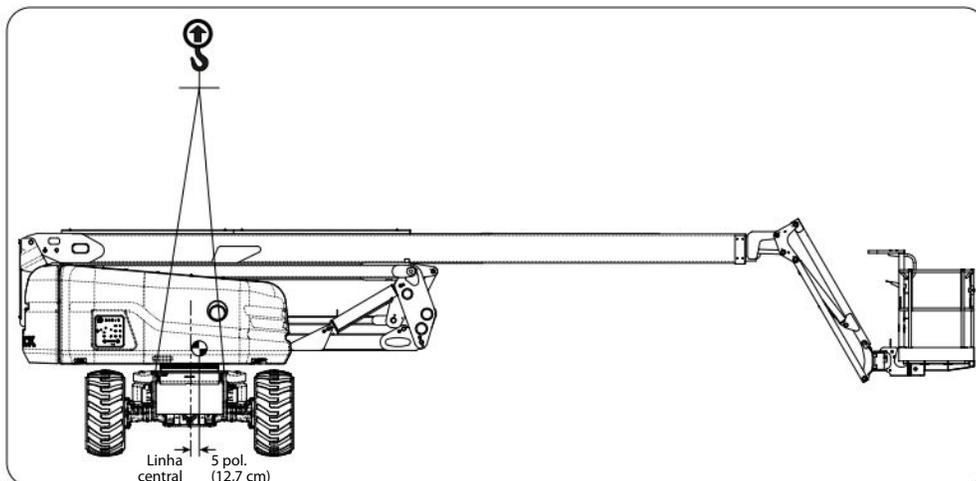

Figura 35 Centro de gravidade
1. Gire a lança e posicione a MEWP, como mostrado na *Figura 35*.
4. Ajuste a amarração de maneira apropriada para garantir que a MEWP permaneça nivelada durante a elevação. Consulte o Centro de localização da gravidade (*Figura 35*).